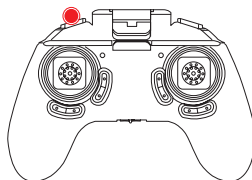

Figure 5: Arrêt d'urgence
7. **Arrêt d'urgence:** En cas crash, collision ou perte de contrôle du drone veuillez utiliser la fonction d'urgence (Figure 5).